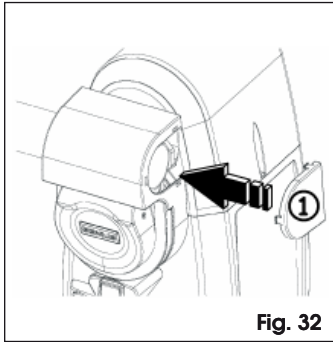

Fig. 32
- Zet de achterste dop van de behuizing van het ontgrendelingsmechanisme op zijn plaats, Fig. 32 ref. ①.